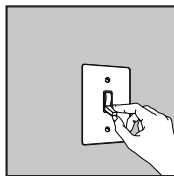

Fig. 1
A. (Fig. 1) Place the wall switch to the "OFF" position. Depending on which type of fuse box you have in your home:
A. (Fig. 1) Mettez le commutateur mural hors tension. Selon le type de boîte à fusibles qui commande l'électricité dans votre domicile :
A. (Fig. 1) Coloque el interruptor de pared en la posición "OFF" (apagado). Dependiendo del tipo de caja de fusibles que tenga en su hogar: